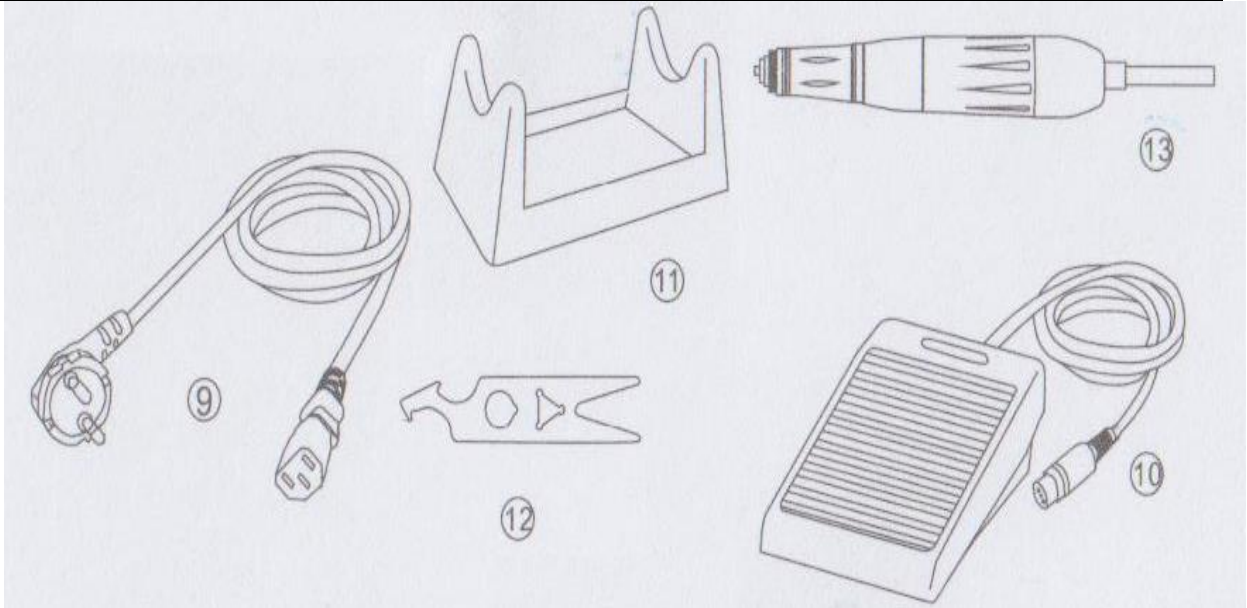

Рис.1
Установите блок управления (Рис.1, поз. 1) на ровную твердую поверхность. Обеспечьте свободный доступ к органам управления блока.
Подключите кабель наконечника (Рис.1, поз. 13) в разъем (Рис.1, поз. 3) блока управления. При подключении необходимо совместить направляющие выступы и проточки на разъемах. Подключение должно производиться без особых усилий.
Подключите кабель педали (Рис.1, поз. 10) в разъем (Рис.1, поз.8) блока питания. Расположите педаль на полу.
Положите наконечник на подставку (Рис.1, поз. 11)
Проверьте положение выключателя «ON/OFF» (Рис.1, поз.5). Выключатель должен находиться в положении «OFF».
Проверьте положение регулятора оборотов (Рис.1, поз. 2). Регулятор должен находиться в крайнем левом положении, для этого поверните его до упора против часовой стрелки.
Подключите кабель электропитания (Рис.1, поз. 9) в гнездо блока управления (Рис.1, поз.7). Затем в сеть 220В.
- установить регулятор оборотов (Рис.1, поз. 2) на минимальное количество оборотов в крайнее левое положение (минимальные).
- проверьте положение выключателя (Рис.1, поз. 5). Выключатель должен находиться в положении, обозначенным «ON».
- перевести переключатель (Рис.1, поз. 4) в положение «R» вращение вправо или «L» вращение влево, в зависимости от предстоящей задачи.
- вращая ручку регулятора частоты оборотов (Рис.1, поз. 2) по часовой стрелке рукой, установить обороты в желаемом диапазоне от «LOW» (минимальные) до «HIGH» (максимальные).